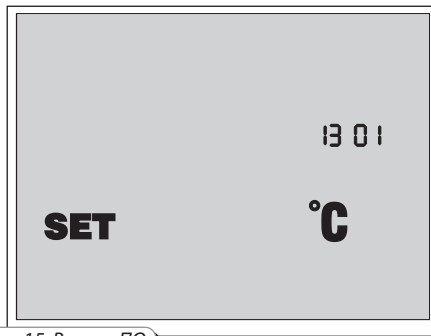

Рис. 15. Версия ПО
- Нажмите кнопку  для отображения на дисплее настенной панели управления кода исполнения платы контроллера и кода версии программного обеспечения (рис. 15).